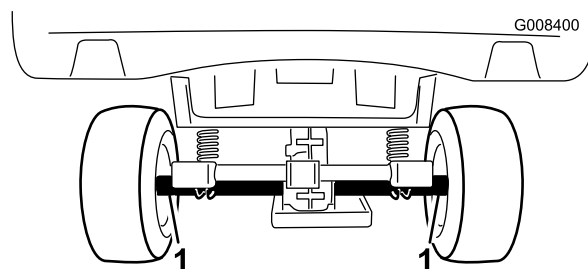
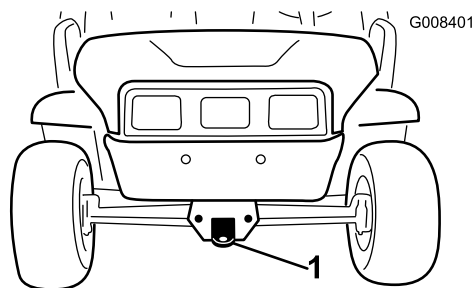

図 15
図 16
長距離を運ぶ場合にはトレーラを使用してください。必ず確実に固定して輸送してください。ロープがけのポイントについては図 15 と 図 16 を参照してください。
2. 前フレームのトングにロープなどの牽引索を取り付ける（図 16）。